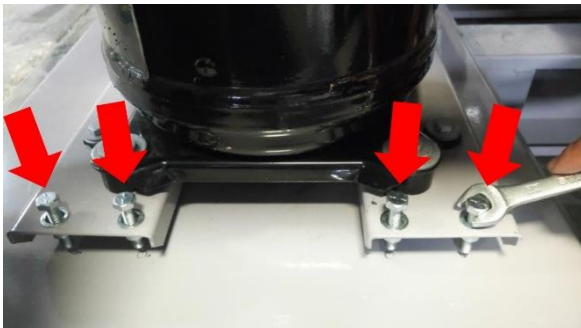

Figura 2.
- Usando una llave boca-fija de ½”, aflojar o retirar los 8 o 4 tornillos (según el modelo) que se encuentran en los extremos de los soportes del tándem (ver figura 2), usados solamente para el transporte, asegurando que el conjunto de compresores queden flotando libremente sobre los cauchos de suspensión.